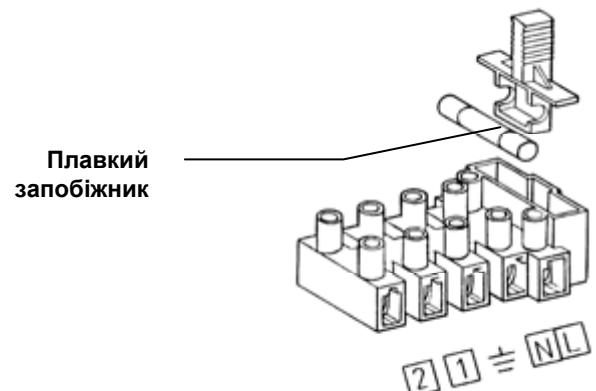

Рис. 7: Клемна колодка електроЖивлення
- В клемній колодці є також плавкий запобіжник швидкого спрацювання на 2A (Рис. 7).